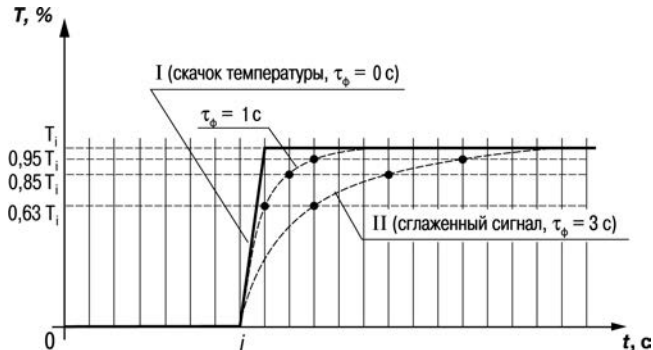

Рисунок 3.5
3.2.2.4.3 Цифровой фильтр устраняет шумовые составляющие сигнала, осуществляя его экспоненциальное сглаживание. Основной характеристикой экспоненциального фильтра является τ_ϕ – постоянная времени цифрового фильтра, параметр **$\bar{c}nF 1 (\bar{c}nF2)$** – интервал, в течение которого сигнал достигает 0,63 от значения каждого измерения T_i (рисунок 3.5).